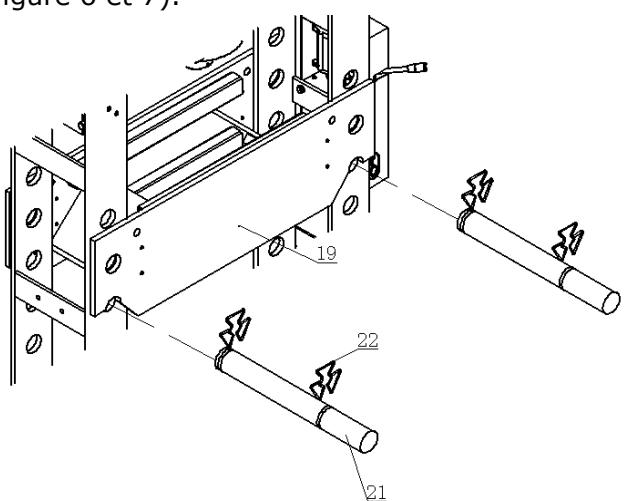

Figure 6
Placez la table de presse (19) à la hauteur correcte, puis insérez la goupille (21) dans les trous sur le cadre et verrouiller avec des anneaux de sécurité (22). (Figure 6 et 7).